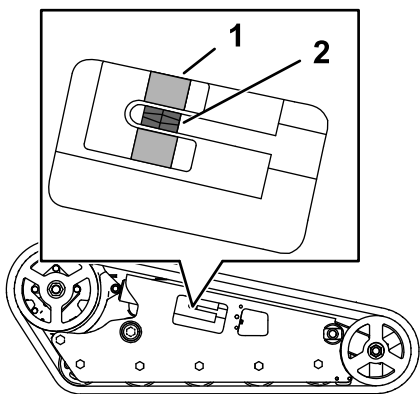

Рисунок 58
Убедитесь, что натяжной блок совмещен с зеленой направляющей на наклейке или что этот блок расположен на расстоянии 1,3 см от задней кромки паза натяжной трубки (Рисунок 58).
4. Используя ключ с храповым механизмом на ½ дюйма, поворачивайте натяжной винт до совмещения натяжного блока с зеленой направляющей на наклейке или до тех пор, пока он не будет на расстоянии 1,3 см от задней кромки паза натяжной трубки (Рисунок 58).
8. Убедитесь в том, что натяжной блок находится в пределах зеленой направляющей на наклейке или что он расположен на расстоянии 1,3 см от задней кромки натяжной трубки на обеих гусеницах (Рисунок 58). При необходимости отрегулируйте тормоза.